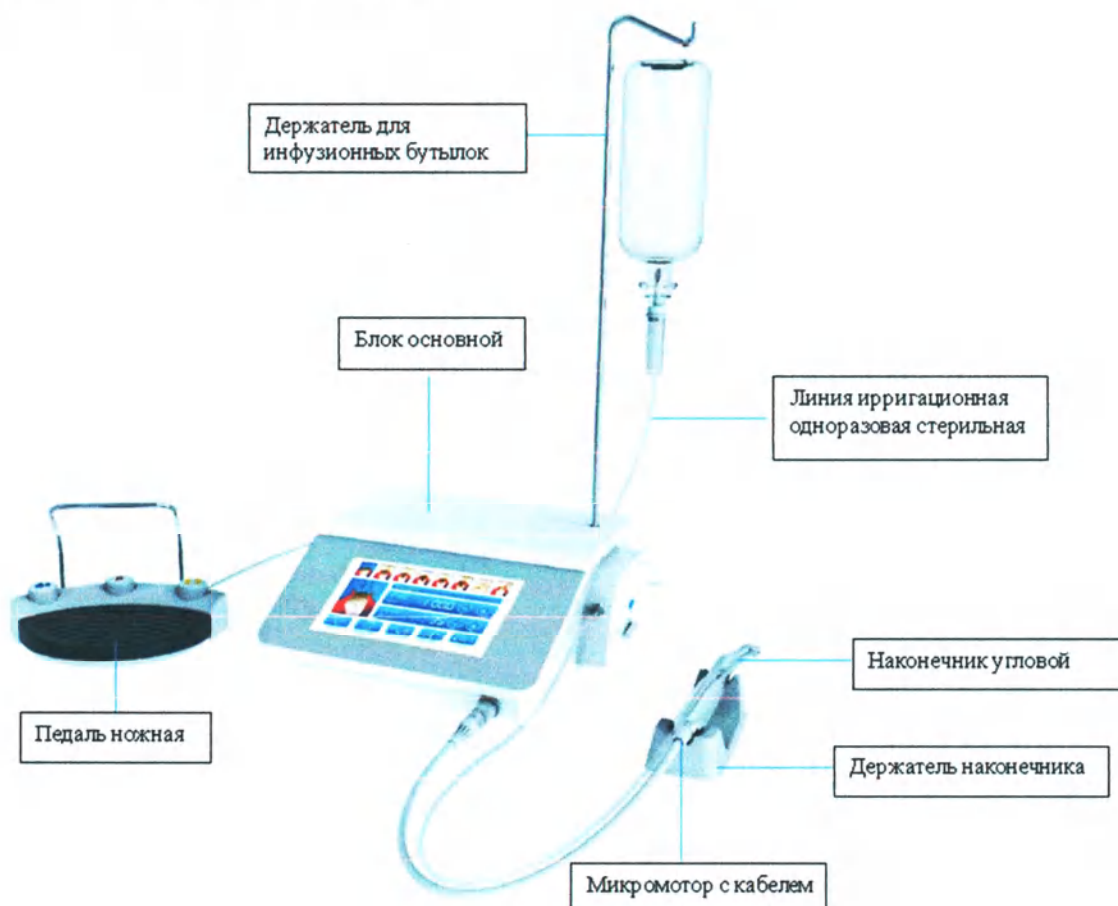

Рисунок 5⁷
1. Поверните ручку перистальтического насоса по часовой стрелке до индикатора «ОТКРЫТО», откроется паз (Рисунок 5 – A).
2. Поместите линию ирригационную в открывшийся паз перистальтического насоса (Рисунок 5 – B).
3. Поверните ручку перистальтического насоса по часовой стрелке в положение «ЗАКРЫТЬ» и закройте паз насоса (Рисунок 5 – D).